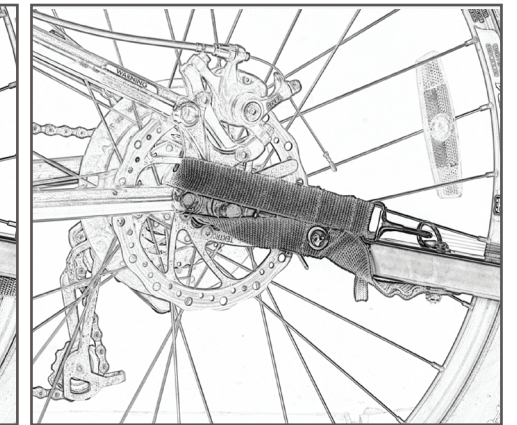

図28
3. 安全ストラップをフレームのチェーンステイに通し、ブレーキ等に干渉しないよう注意してください。可動コンポーネントDリングを牽引アームに固定します(図28)。